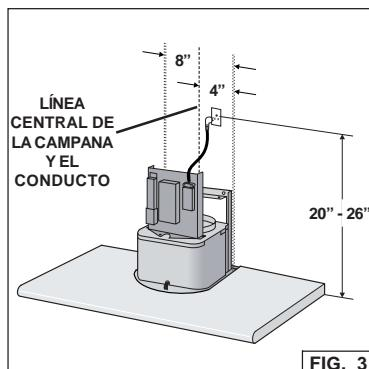

FIG. 3
3. Monte el receptáculo de 20" – 26" sobre la parte inferior de la campana Fig.3
4. Coloque el receptáculo dentro de los límites mostrados y fuera del centro del conducto (para permitir la conexión del cable de alimentación y que la zona de la salida de humos esté despejada). Fig. 3